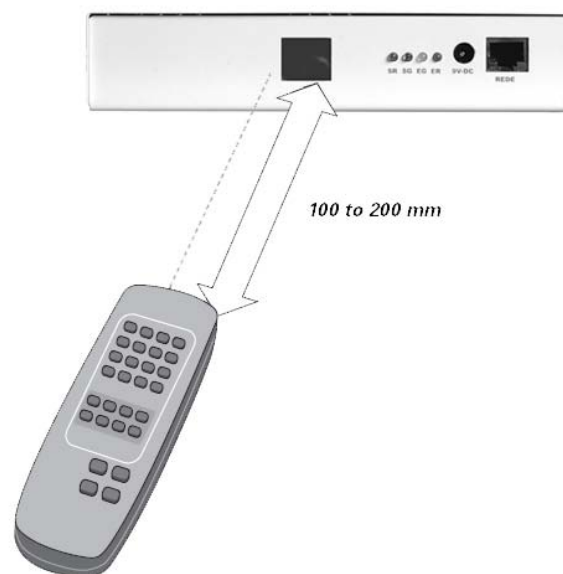

Figura 50 - Ilustração da realização de um Learning.
- Aponte o controle remoto pra tela de reconhecimento do Module AV (Figura 50).